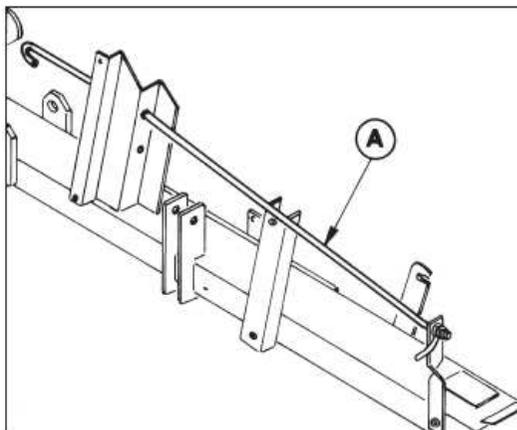
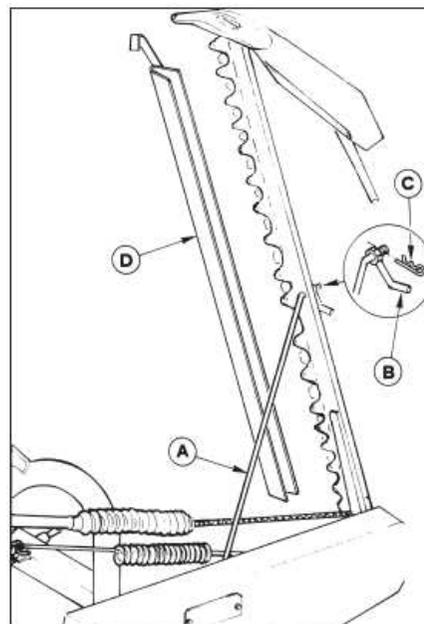
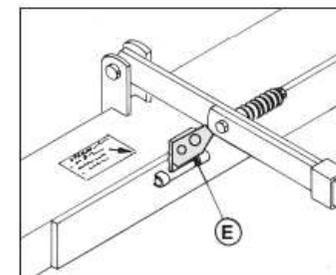
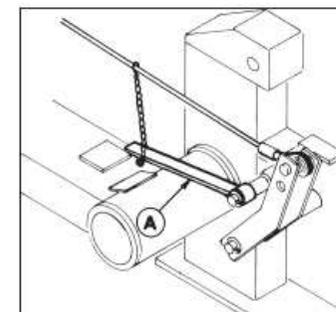

FIG. 7.1
FIG. 7.2
FIG. 7.3
FIG. 7.4
IMPORTANTE: Prima di procedere al sollevamento totale della barra per il trasporto su strada, ruotare verso l'alto il fermo (E) (Fig. 7.3) e alzare il fermo meccanico (A) (Fig. 7.4) fissandolo tramite la catenella alla fune di sollevamento. Dopo aver alzato la barra falciante, bloccarla in posizione verticale tramite il tirante di aggancio (A) che precedentemente avrete rimosso dall'apposito supporto (Fig. 7.1). Serrate il tirante (A) con l'apposita maniglia (B) (Fig. 7.2), infilate la spina di sicurezza (C) ed infine coprite le lame taglienti con l'apposita protezione (D) (Fig. 7.2).
IMPORTANTE: Antes de efectuar la elevación total de la barra para el transporte por caminos o carreteras girar hacia arriba la placa de bloqueo (E) (Fig. 7.3) levantar la placa de bloqueo (A) (Fig. 7.4) fijándolo al cable de elevación por medio de la cadenilla. Tras alzar la barra de corte, bloquearla en posición vertical por medio del tirante de enganche (A) que deberá ser, removido de su soporte (Fig. 7.1). Ajustar el tirante (A) (Fig. 7.2) con el mango (B), introducir la clavija de seguridad (C) y finalmente cubrir la cuchillas con su protección (D).
Remember always to turn release support "E" upwards before raising mower and before road transport Fig. 7.3.
Once sickle bar mower blade is in vertical position block using tie rod hook "A" (Fig. 7.1) which was previously removed. Fasten tie rod hook "A" with handle "B" and insert split pin "C" and cover blade with protection guard cover. See Figure 7.2.
IMPORTANT: Avant de procéder au levage complet de la barre pour le transport sur route, tourner vers le haut l'arrêt (E) (Fig. 7.3) et lever l'arrêt mécanique (A) (Fig. 7.4) en le fixant avec la chaînette au câble de levage. Après avoir monté la barre de coupe, la bloquer en position verticale avec le tirant d'accrochage (A) que l'on aura enlevé précédemment de son support (Fig. 7.1). Serrer le tirant (A) avec la poignée approprié (B) (Fig. 7.2), insérer la goupille de sécurité (C) et finalement couvrir les lames de coupe avec la protection prévue (D) (Fig. 7.2).
Scendere dal trattore, togliere il tirante di aggancio (A) (Fig. 7.2) della barra riponendolo nell'apposito supporto del telaio (Fig. 7.1).
Abbassare la barra falciante. Durante il lavoro lasciare il fermo (E) (Fig. 7.3) verso il basso. Prima di sganciare la macchina dal trattore ruotare (E) verso l'alto (Fig. 7.3) in questo modo si ottiene il posizionamento orizzontale dei perni di attacco del telaio per facilitare il successivo attacco al trattore.
Bajar del tractor, quitar el tirante de enganche (A) (Fig. 7.2) de la barra, y colocarlo en su soporte en el chasis (Fig. 7.1). Bajar la barra de corte.
Durante el trabajo, dejar la placa de bloqueo (E) (Fig. 7.3) hacia abajo.
Antes de desenganchar la máquina del tractor, girarlo hacia arriba (Fig. 7.3).
Get off tractor and remove tie rod hook "A" (Fig. 7.2) and place in position on frame (Fig. 7.1). Lower sickle bar mowerblade.
During working operations make sure that release support "E" (Fig. 7.3), is in downward position.
Descendre du tracteur, retirer le tirant d'accrochage (A) (Fig. 7.2) de la barre et le remettre dans son support sur le châssis (Fig. 7.1).
Abaisser la barre de coupe. Pendant le travail, laisser l'arrêt (E) (Fig. 7.3) vers le bas. Avant de décrocher la machine du tracteur, tourner (E) vers le haut (Fig. 7.3) de cette façon on obtient le positionnement horizontal des pivots d'attache du châssis pour faciliter le prochain accrochage au tracteur.
- 4) (E) (Fig. 7.3) che mantiene in orizzontale i due perni di aggancio del sollevatore per facilitare il successivo attacco al trattore.
- 4) Girar hacia arriba la placa de bloqueo (E) (Fig. 7.3) que mantiene horizontales los dos pernos de enganche del elevador para facilitar el próximo enganche con el tractor.
- 4) Turn release support upwards (E) (Fig. 7.3). This will keep linkage pins in horizontal position in order to facilitate next hitching operations.
- 4) Tourner vers le haut l'arrêtoir (E) (Fig. 7.3) qui maintient horizontalement les deux pivots d'attelage de l'élévateur pour faciliter le prochain accrochage au tracteur.